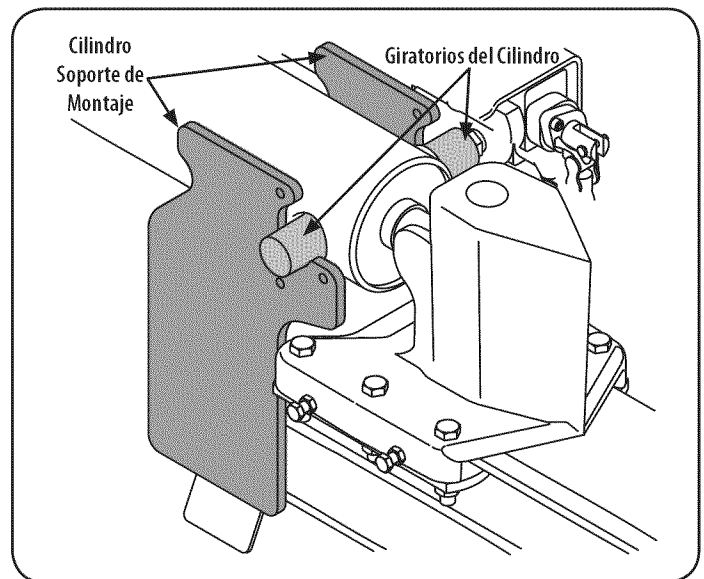

Figura 7
18. Levante y deslice el cilindro hasta la parte superior de la viga y colocar los muñones del cilindro en los soportes de montaje del cilindro como se muestra en la Figura 7